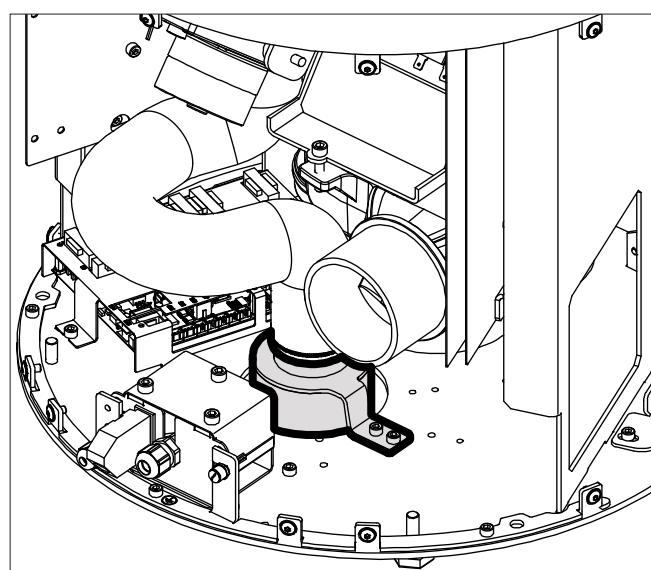

Fig.4
- Visser le manchon de raccord à l'air de combustion à la plaque du fond (Fig.4).